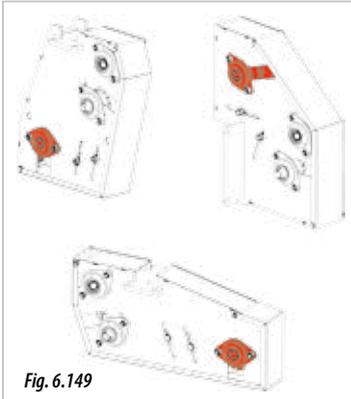
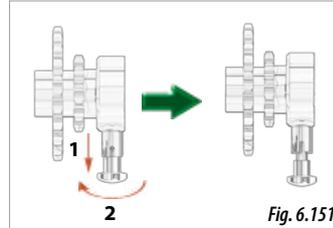
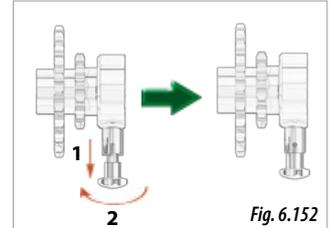

Fig. 6.149
Fig. 6.151
Fig. 6.152
Para desconectar la transmisión de las tolvas de microgranulado, debe actuar sobre la caja de transmisión de las tolvas de microgranulado (véase el apartado 3.1 VISTA GENERAL DE LA MÁQUINA). Existen tres tipos de caja de cambios, todas tienen embrague en uno de los ejes (en rojo, Fig. 6.149).
- 3- En el eje de transmisión donde se halla el embrague (Fig. 6.149), tirar del seguro y girarlo 90° para bloquearlo en la posición de transmisión libre (Fig. 6.151).
- 3- En el eje de transmisión donde se halla el embrague (Fig. 6.149), tirar del seguro y girarlo 90° para bloquearlo en la posición de transmisión (Fig. 6.152).